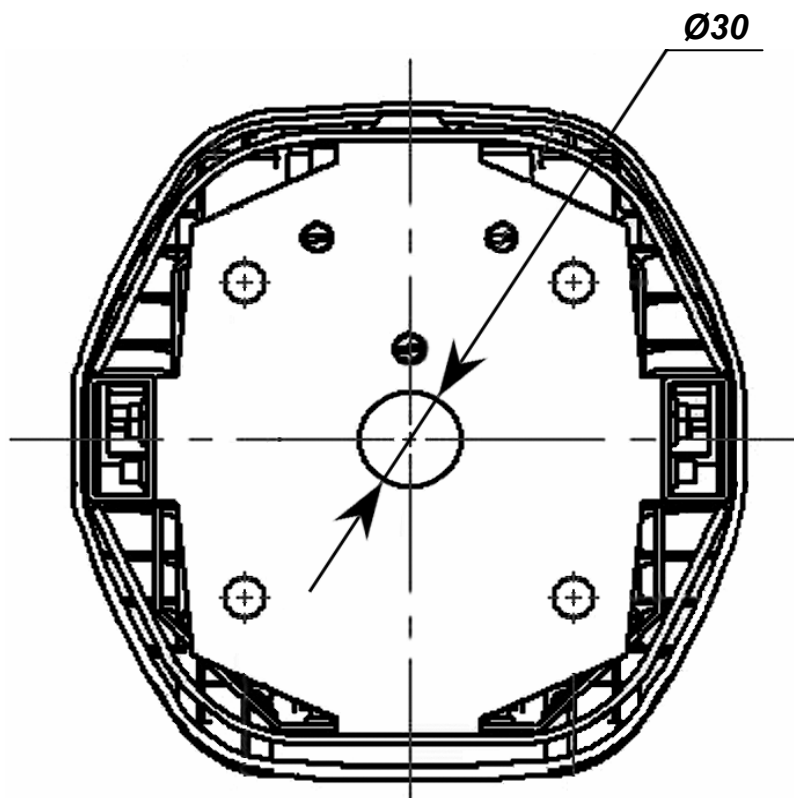

Рисунок 5 – Вид снизу на основание (2) картоприёмника:
7.2.6 Положите картоприёмник на установочную поверхность стенкой (5) вниз таким образом, чтобы его основание (2) находилось рядом с зоной А. Через центральное отверстие $\varnothing 30$ мм в основании (см. рисунок 5) протяните кабели (9)*, (10)* и (11)* внутрь картоприёмника по направлению к стенке (5) и далее вверх по ней к плате управления картоприёмником. Длина концов кабелей, остающихся в картоприёмнике после их протяжки, должна быть достаточной для их последующего подключения (см. п. 7.2.9). Рекомендуется закрепить все кабели на внутренних сторонах основания (2) и стенки (5) с помощью стяжек неоткрывающихся** и площадок самоклеющихся**.
* Кабели (9), (10) и (11) не входят в комплект поставки картоприёмника.